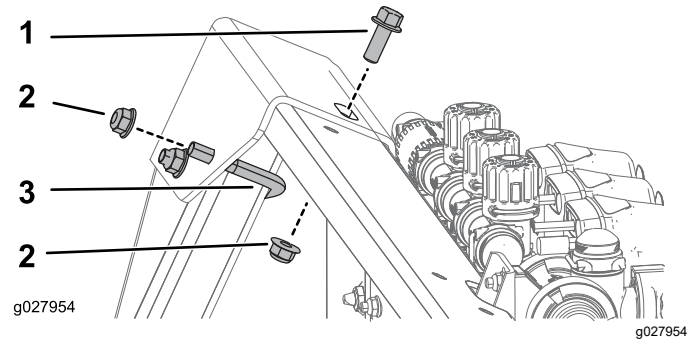

Figura 10
2. Sujete la parte trasera del soporte superior con un perno en U, 1 perno (3/8"-16 x 1") y 3 tuercas con arandela prensada (3/8"-16), según se muestra en Figura 10.